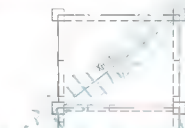

图 5.37 写配板文字
(1) 在命令行输入“DI”后按 Enter 键。
① 在指定第一点: 提示下, 捕捉斜线的左下端点。
② 在指定第二点: 提示下, 捕捉斜线的右上端点, 结果测得斜线的角度为 38° 。
(2) 将 Standard 字体设为当前字体, 在命令行输入 “DT” 后按 Enter 键, 启动【单行文字】命令。
① 在指定文字的起点或 [对正 (J)/ 样式 (S)]: 提示下, 在斜线上方适当的位置单击, 来确定文字的起点位置。
② 在指定高度 <2 5000>: 提示下, 输入 “300”, 表示字高为 300mm。
③ 在指定文字的旋转角度 <0>: 提示下, 输入 “38” 后按 Enter 键, 表示文字逆时针旋转 38° 。
④ 输入 “XB-1”, 按两次 Enter 键结束命令, 结果如图 5.37 所示。